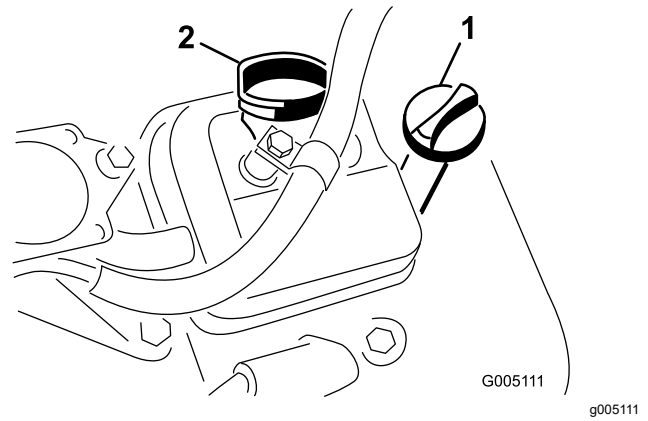

Figure 39
- Remettez la jauge dans le tube et vissez-la dedans (Figure 39).